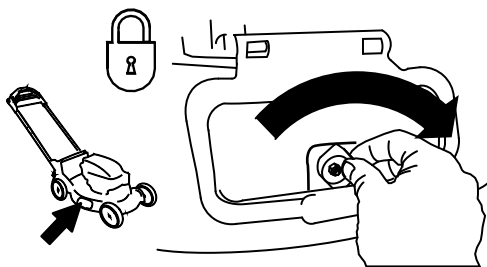

図 27
**重要** 側方排出デフレクタを閉じてロックする 図 27。